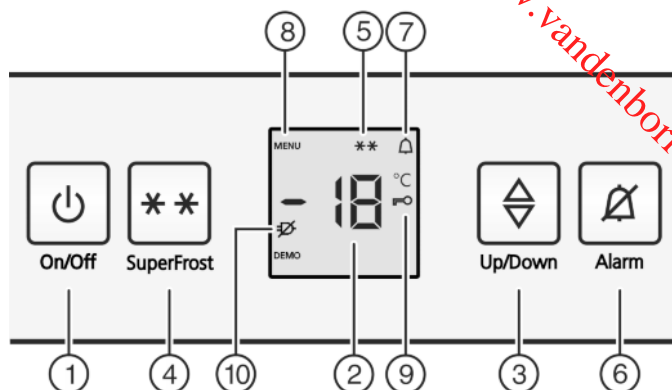

Fig. 2
- Aan/uit-toets Fig. 2 (1) indrukken.
- ▶ Instelmodus activeren: Druk de toets SuperFrost Fig. 2 (4) gedurende ca. 5 seconden in.
- ▷ Op de display wordt het symbool Menu Fig. 2 (8) weergegeven.
- ▶ Met de toets SuperFrost Fig. 2 (4) kort bevestigen.
- ▷ Het symbool Kinderbeveiliging Fig. 2 (9) op de display gaat branden.
- ▶ Druk de toets On/Off Fig. 2 (1) kort in.
- ▷ Het symbool Kinderbeveiliging Fig. 2 (9) gaat uit.
- ▶ Toets Alarm Fig. 2 (6) indrukken.
Tegelijkertijd knipperen de temperatuurdisplay en het symbool Alarm Fig. 2 (7).
Het akoestisch alarm stopt automatisch, het symbool Alarm Fig. 2 (7) gaat uit en de temperatuurdisplay houdt op met knipperen, wanneer de temperatuur weer laag genoeg is.